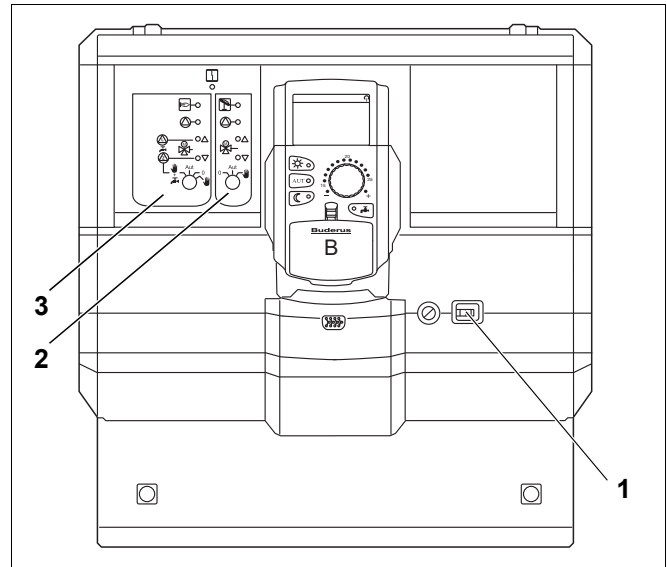

Рис. 25 Logamatic 4121
- Включите систему управления пусковым (→ Рис. 25, [1]).
- Установите для отопительного контура 1 (если требуется, то и для контура ГВС) (→ Рис. 25, [3]) переключатель **W** в положение "рука" 3 или ~.
- Установите для отопительного контура (→ Рис. 25, [2]) переключатель **B** в положение "рука" 3.